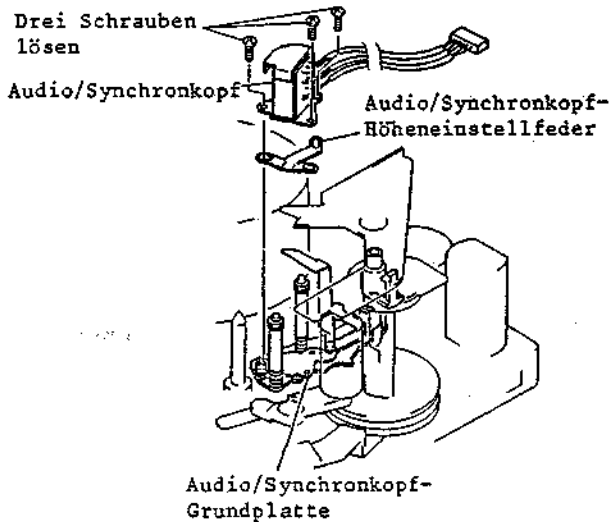

Abb. 2-44 Ausbau des Audio/Synchronkopfes
3. Den Audio/Synchronkopf bis zur Ladeposition herausziehen (an die Kopftrommelseite) (siehe Abb. 2-44).
4. Drei (3) Befestigungsschrauben des Audio/Synchronkopfes lösen.